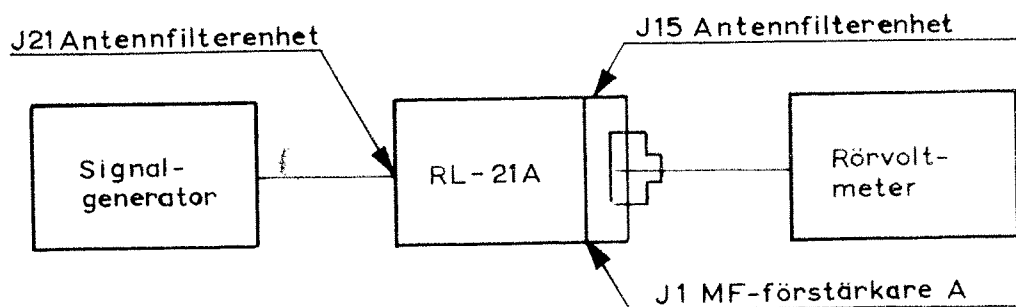

Bild 4. Uppkoppling
- 461 Mätuppkoppling enligt bild 4. Koaxialkontakten P15 på antennfilterenheten skall inte lossas under mätningen.